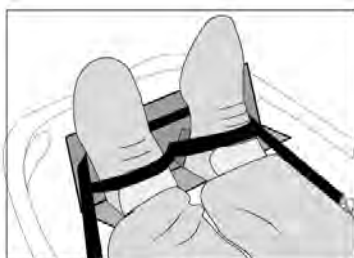

Bild 7: Befestigung der Fußstütze
1. Klappen Sie die Fußstütze auf, schieben Sie den unteren Teil vorsichtig unter die Füße der verletzten Person und stellen sie auf eine passende Höhe ein, damit der Verletzte nicht rutscht. Die Füße sollten mit den beiden Klett-Sicherungsgurten fixiert werden (Bild 7).